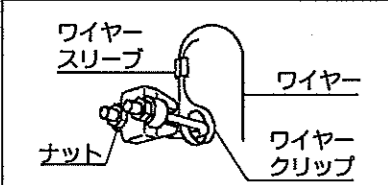

図4
*ワイヤーの長さ調節はフィラティのロックリングを上上げることで可能です。(図4)
*ワイヤー抜け防止のため必ず同梱のワイヤークリップとワイヤースリーブをセットしてください。(図4)